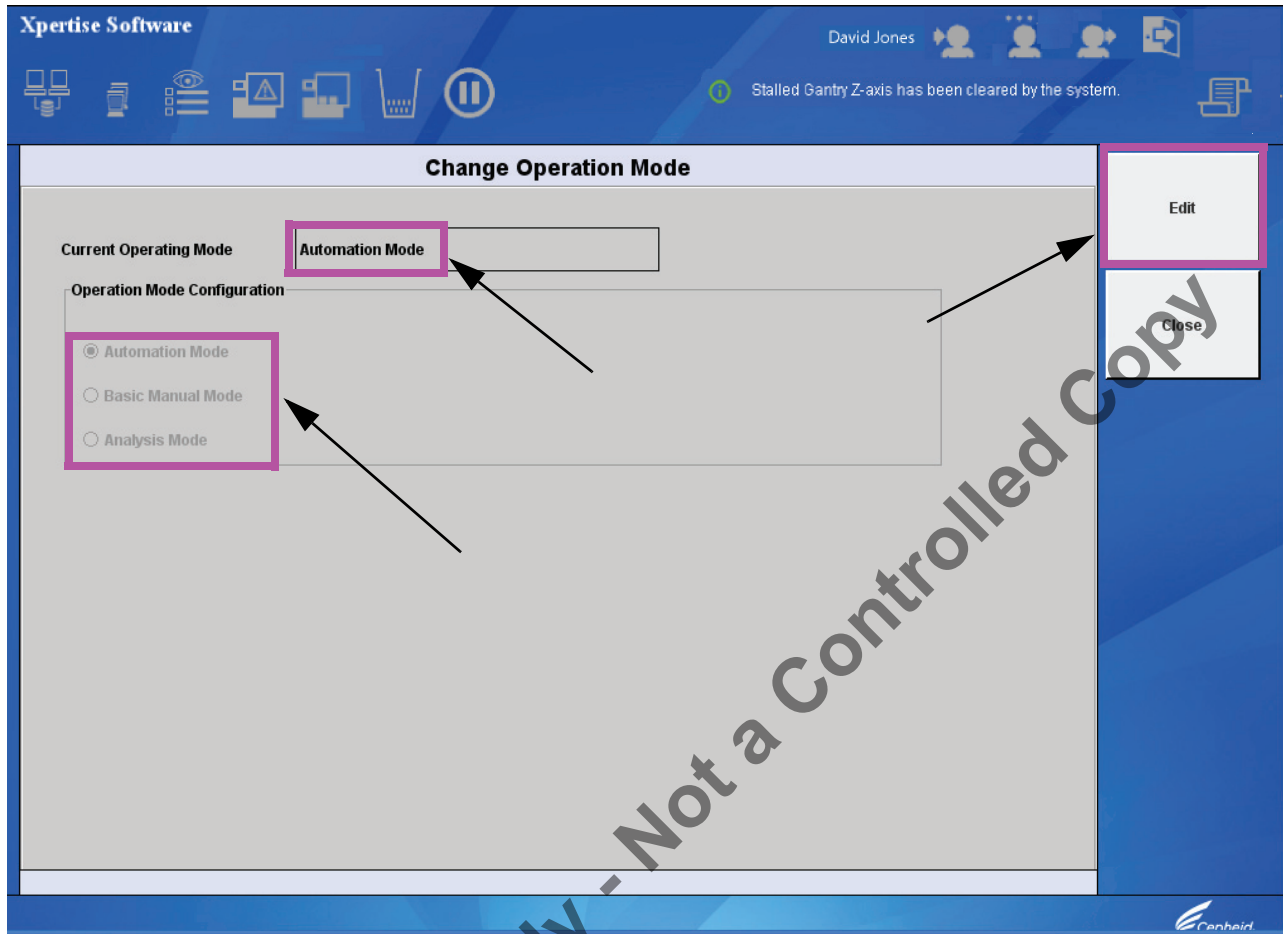

Figura 52. Área de trabalho Change Operation Mode (Alterar modo de funcionamento)
Aparece a área de trabalho **Change Operation Mode (Alterar modo de funcionamento)** (Figura 52).
São apresentados três botões seleccionáveis com o modo de funcionamento actual guardado na base de dados (Figura 52).
4. Prima o botão **Edit (Editar)** (Figura 52).